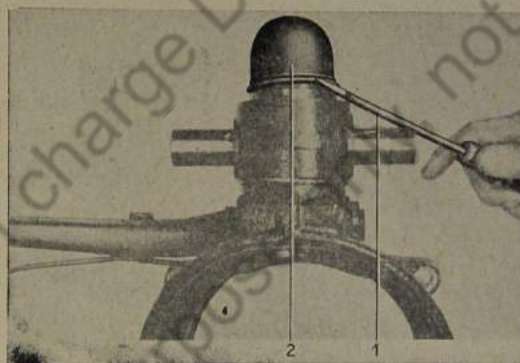

Bild 688: Abdeckkappe abdrücken
2. Antriebsgelenkgehäuse in Schraubstock spannen. Abdeckkappe vom Lagerzapfen mit Schraubenzieher abdrücken (Bild 688).